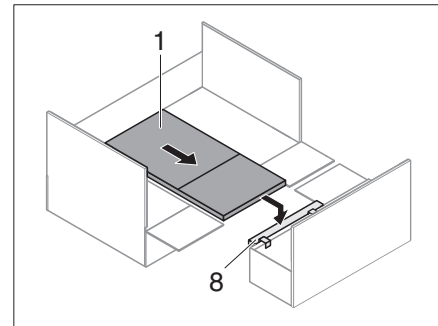

Fig. 198 Table sur support de coffre de banquette
- Accrocher le support de coffre de banquette (Fig. 198,8).
- Tirer la table accrochée (Fig. 198,1) et la positionner sur le support de coffre de banquette accroché (Fig. 198,8).